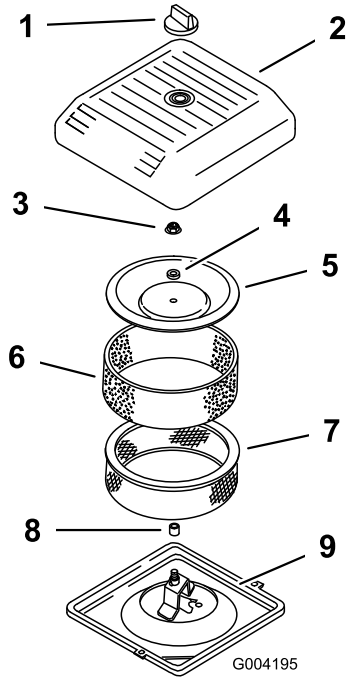

Figura 158
1. Deslice cuidadosamente el prefiltro de gomaespuma sobre el elemento de papel (Figura 158).